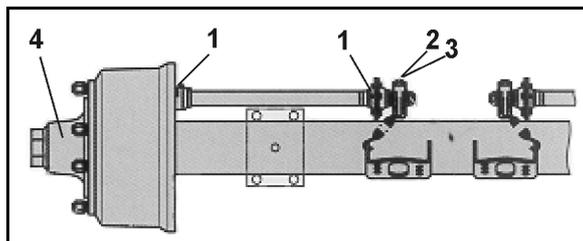

Рис. 84
- Рис. 84: Ось с тормозным механизмом с разжимным кулаком / с лопастным тормозом с разжимным кулаком